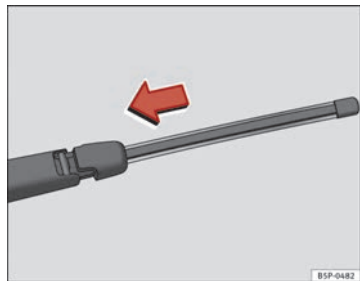

Fig. 131 Pose du balai d'essuie-glace arrière
- Placez le balai comme indiqué sur la figure ⇒ fig. 131 puis faites glisser l'adaptateur jusqu'à ce qu'il s'emboîte.